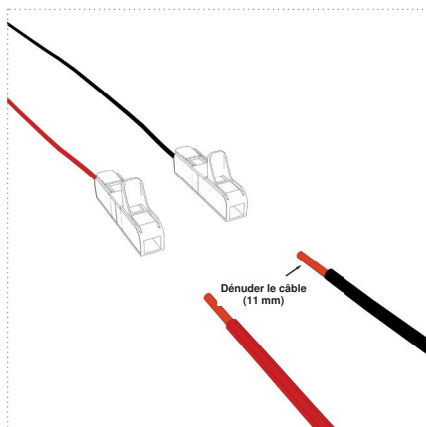

Figure 18
2. Dénudez de 11 mm les câbles de raccordement côté bord (Figure 18).
3. À l'aide du *Tableau 17*, raccordez le câble (alimentation électrique) de l'unité UV à l'alimentation électrique au moyen des bornes de connexion fournies (*Figures 18+19*).